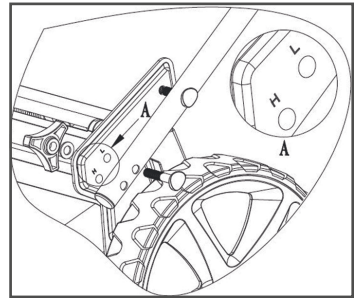

рис.2b
- Положение рукоятки может быть отрегулировано при помощи изменения позиции болтов крепления нижней рукоятки как показано на рис.2b. Отверстие Н используйте для более высокого положения рукоятки, отверстие L для низкого положения рукоятки.